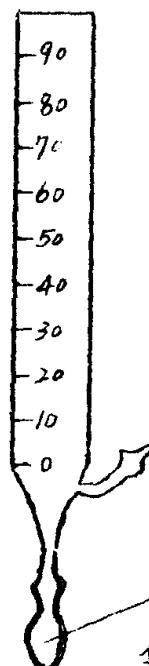

图6. 皂膜流量计
1. 皂膜流量计，(图6)此计为一圆柱形的玻璃管，瓶有密闭的刻度，玻璃底部缩小成细玻璃管，接上橡皮玻璃管有一定量皂膜或合成洗涤剂的溶液，皂膜流量计的原理使细弱的气流将一丁肥皂膜吹过一定刻度时用秒表计算所需时间，肥皂膜的阻力极小(约2—3毫米水柱)可以忽略不计。